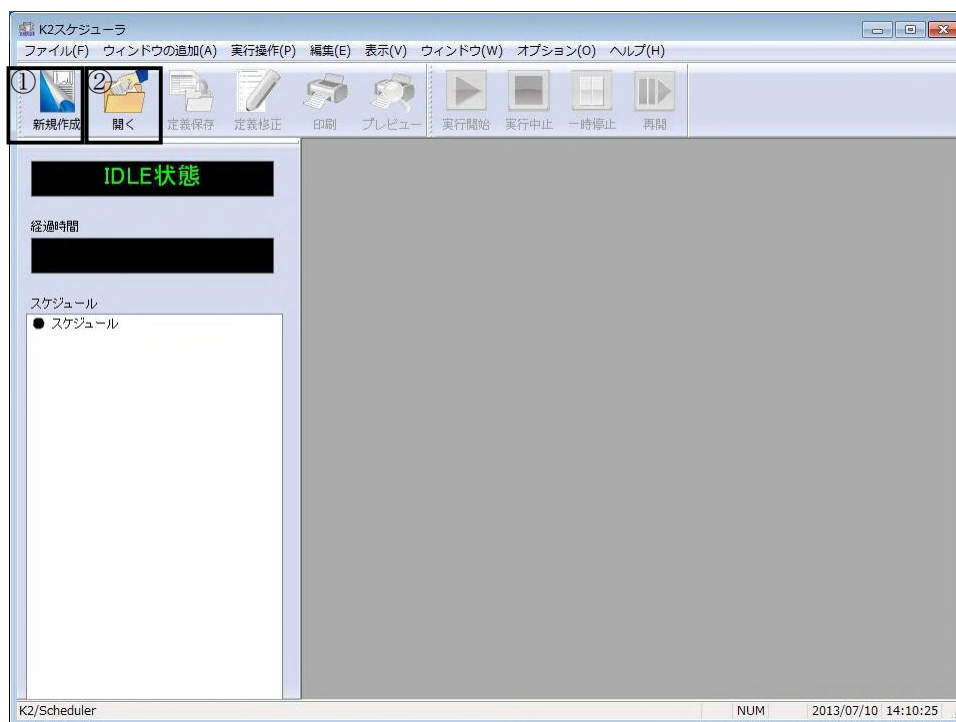
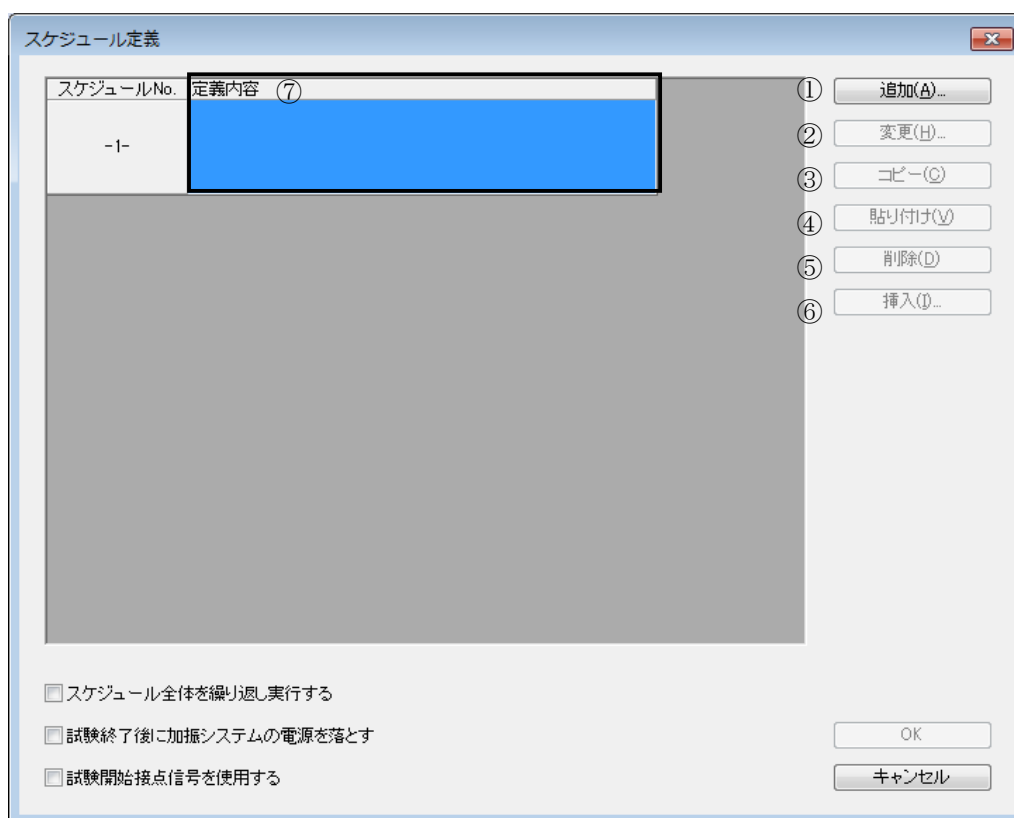

Fig. 2-1-1 スケジューラの初期画面
Fig. 2-1-2 スケジュールの定義画面
また、ロードした「スケジュール定義ファイル」の内容を変更してスケジュール実行を実施することも可能です。スケジューラを起動するとFig. 2-1-1に示される画面が表示されます。
図中の①「新規作成」を押下すれば、Fig. 2-1-2に示される定義用の画面が表示されます。
同様にFig. 2-1-1の②「開く」を押下してもFig. 2-1-2と同じ画面が表示されます。この時、新規の場合には何も定義されていないので、Fig. 2-1-2の⑦で示された定義内容の部分が空欄になっています。「開く」を押下した場合には、既にスケジュールの定義されたファイルを開くことになるので、この部分には定義された内容が表示されます。
スケジュール定義用ウィンドウ (Fig. 2-1-2) において、次の各プッシュボタンを押下する事により、実行するスケジュールの定義を行ないます。
各ボタンの実際の動作を確認するために具体的にスケジュールを作成する手続きを示します。ここでは、新規製作の場合を例にとり、予め定義されている SINE と RANDOM の試験条件を使ってスケジュールの作成を行います。スケジューラを起動すると Fig. 2-1-1 の画面が表示されるので図中の「新規作成」を押下します。